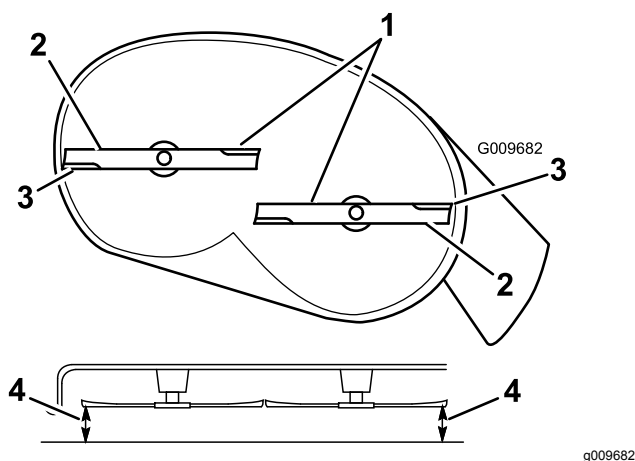
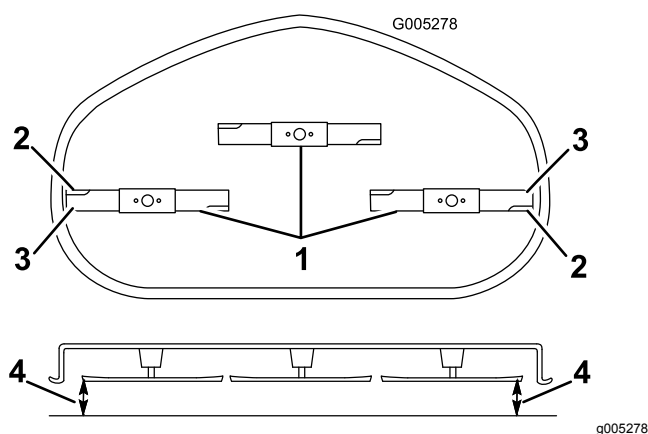

Figura 67
Figura 68
- Gire cuidadosamente las cuchillas hasta que estén todas orientadas lateralmente (Figura 67 y Figura 68).
5. Mida entre los filos de corte exteriores y la superficie plana (Figura 67 y Figura 68).